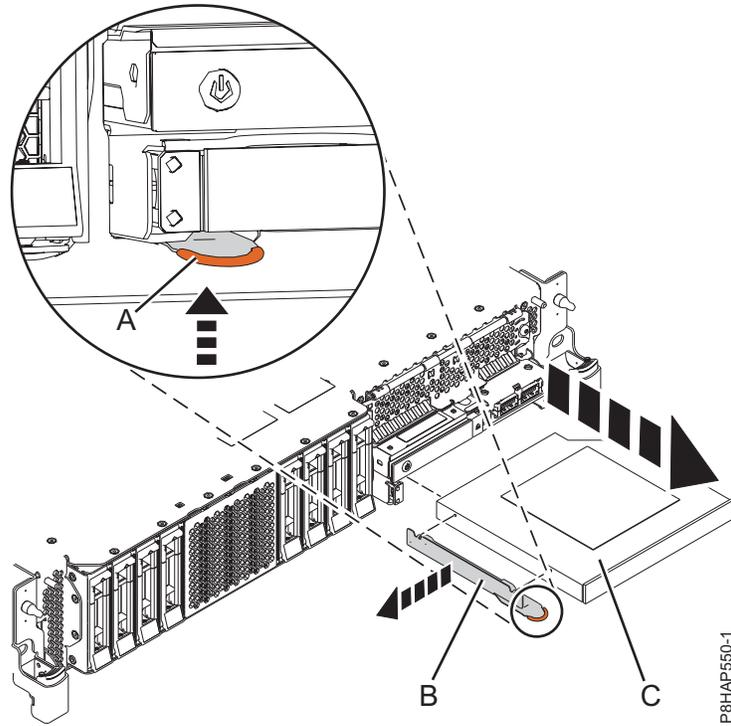
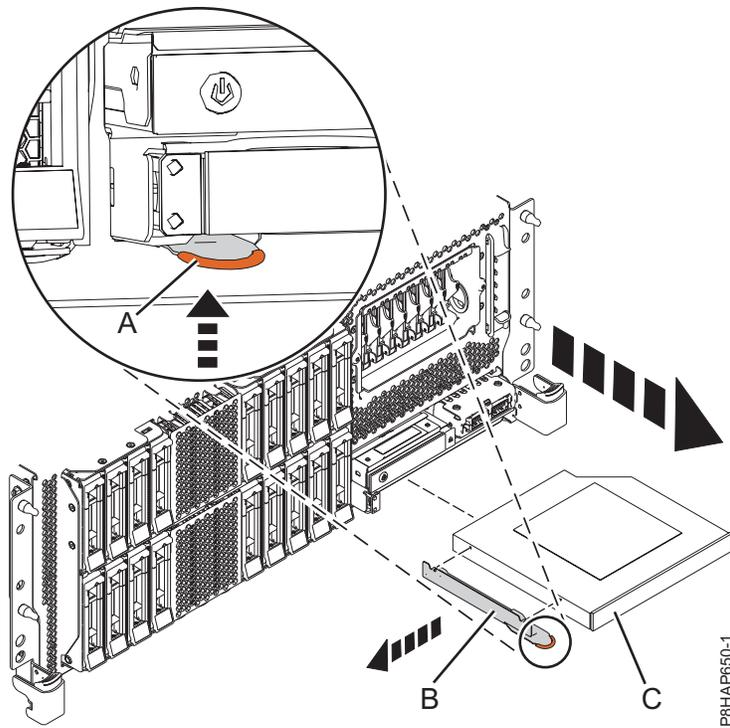
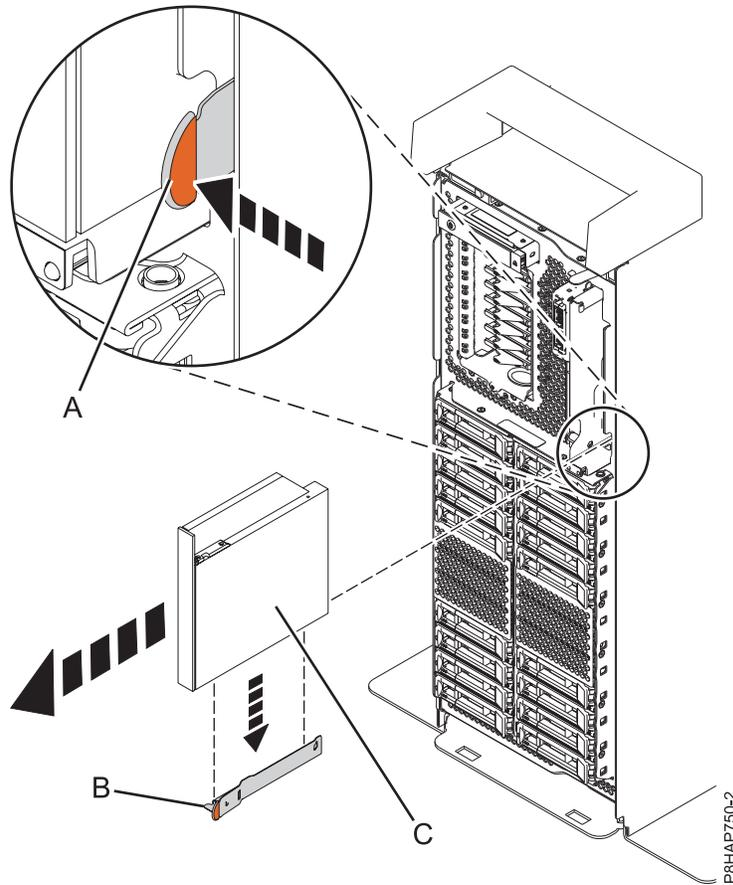

Abbildung 39. Flache Einheit für austauschbare Datenträger ausbauen - System 8284-21A oder 8284-22A
Abbildung 40. Flache Einheit für austauschbare Datenträger ausbauen - Einschubsystem 8286-41A oder 8286-42A
Abbildung 41. Flache Einheit für austauschbare Datenträger ausbauen - eigenständiges System
Für ein System vom Typ 8284-21A oder 8284-22A gilt Abb. 39 auf Seite 51, für ein Einschubsystem vom Typ 8286-41A oder 8286-42A gilt Abb. 40 auf Seite 51 und für ein eigenständiges System vom Typ 8286-41A gilt Abb. 41 auf Seite 52.
6. Ziehen Sie die flache Einheit für austauschbare Datenträger (C) in der Richtung aus dem System, die in Abb. 39 auf Seite 51, Abb. 40 auf Seite 51 oder Abb. 41 dargestellt ist.
7. Wenn Sie die Flache Einheit für austauschbare Datenträger im Rahmen einer anderen Serviceprozedur ausbauen, bauen Sie die Halterung (B) nicht aus der flachen Einheit für austauschbare Datenträger aus.
8. Wenn Sie die fehlerhafte Flache Einheit für austauschbare Datenträger ausbauen und durch eine neue Flache Einheit für austauschbare Datenträger ersetzen, müssen Sie die Halterung (B) ausbauen, damit diese mit der neuen Einheit für austauschbare Datenträger verwendet werden kann. Halten Sie zum Ausbau der Halterung den terrakottafarbenen Kontaktpunkt fest und ziehen Sie die Halterung aus der Einheit für austauschbare Datenträger heraus; siehe Darstellung in Abb. 39 auf Seite 51, Abb. 40 auf Seite 51 oder Abb. 41.
9. Bewahren Sie die Halterung (B) an einem sicheren Ort auf.